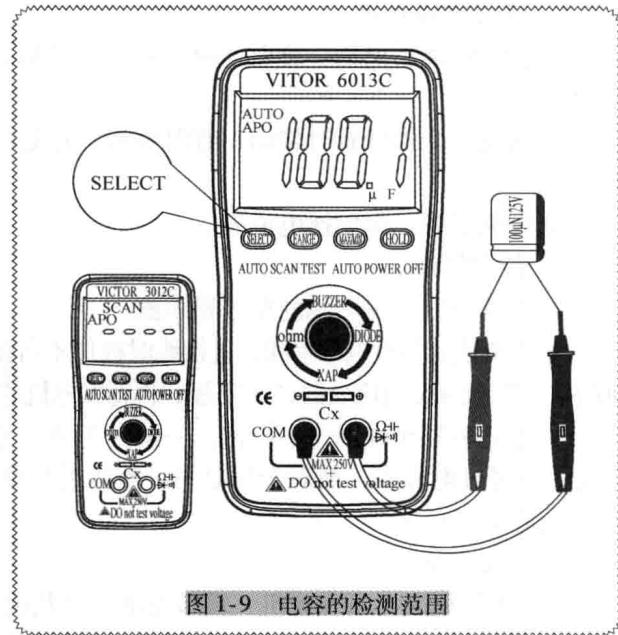

图 1-9 电容的检测范围
① 开启电源，初始状态为电阻、二极管、通断测量及电容自动识别模式，将红、黑表笔分别插入 Ω^+ 和 COM，如图 1-9 所示。
② 触发 SELECT 键四下，进入自动电容测量模式状态。在自动识别模式测量电容时，RANGE、MAX/MIN、HOLD 键不起控制作用；当被测电容小于 0.5nF 或大于 600μF 时，应触发 SELECT 键四下选择自动电容测量模式，此时的 MAX/MIN、HOLD、RANGE 键起控制作用。电容档误输入高压电 220V，电路可以自动保护，不会损坏仪表。电容检测范围见表 1-3。过载保护：250V 直流或交流峰值。
③ 注意：